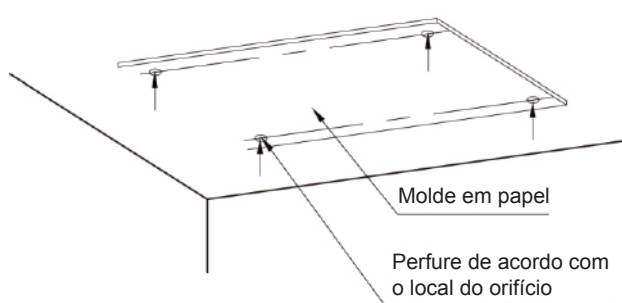
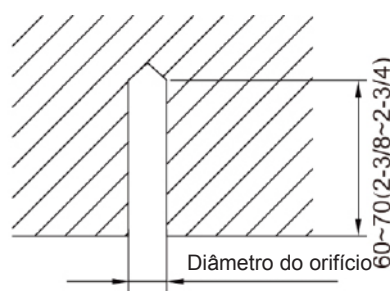

Fig. 2
Fig. 3
- 1) Coloque o cartão de referência na posição de instalação; faça 4 orifícios de acordo com o local do orifício no cartão, como mostrado na Fig. 2; o diâmetro do orifício será em função do diâmetro do parafuso de expansão e a profundidade será de 60-70 mm, como mostrado na Fig. 3.